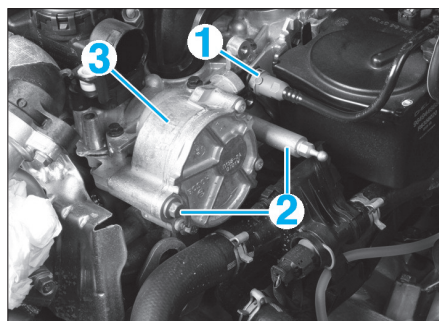

FIG. 22
- Débrancher la canalisation à dépression (1) de la pompe à vide (Fig.22).
- les vis (2),
- la pompe à vide (3).